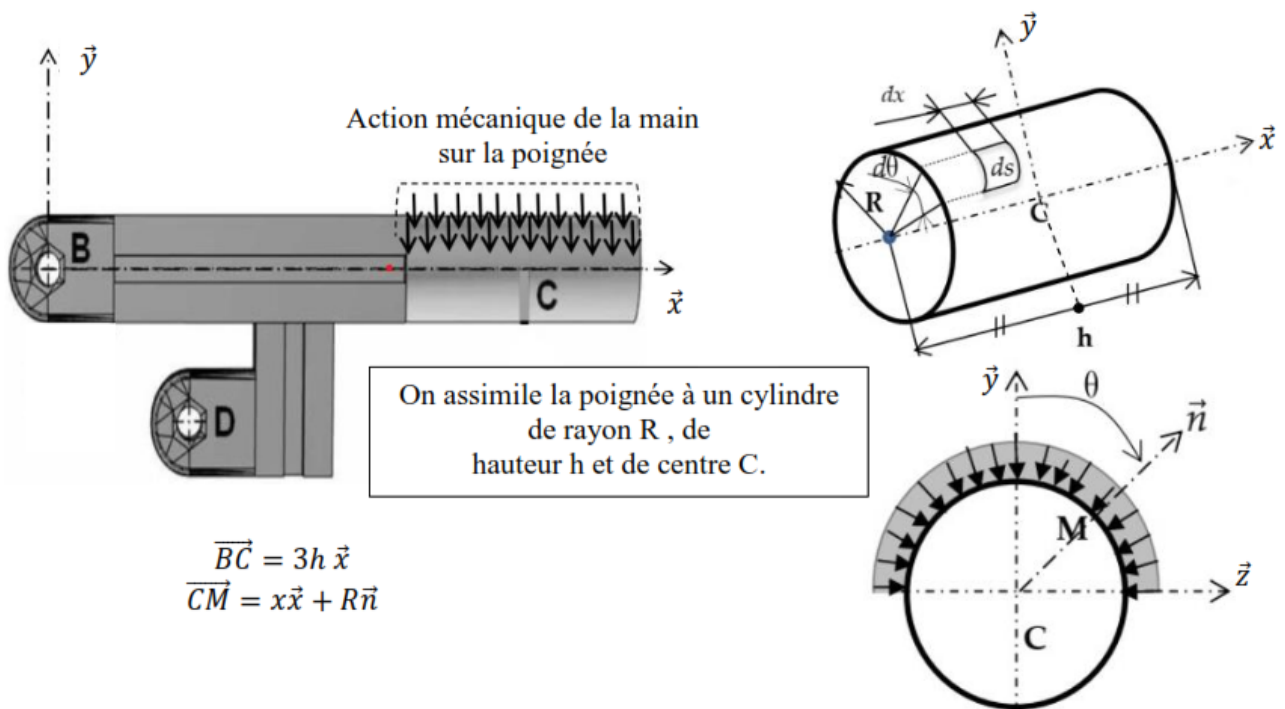

FIGURE 2 – Modélisation de la poignée
- On admet que cette action est répartie uniquement sur la partie supérieure de la poignée 3 est qu'elle est uniforme : $p(M) = p = \text{cte}$. (Voir figure 2)